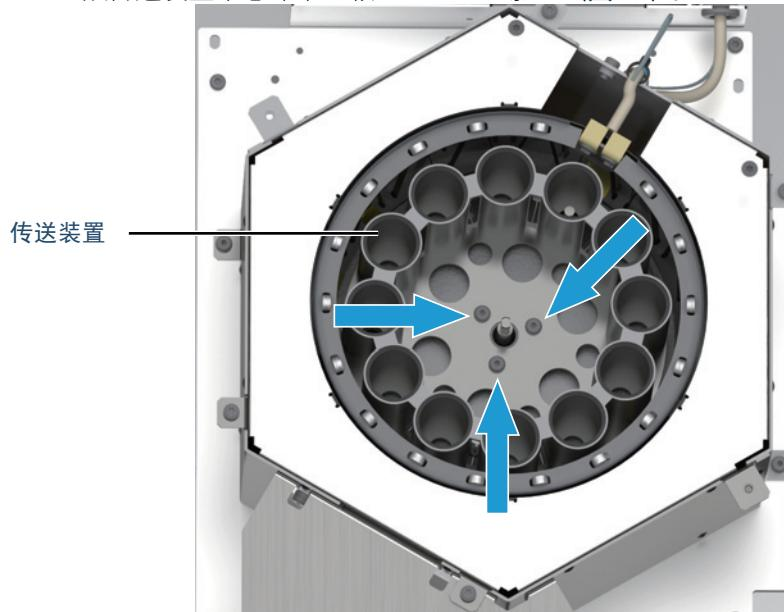

图 15. 卸下传送装置
- b 从传送装置中心卸下三颗 T-20 Torx 螺丝（图 15）。